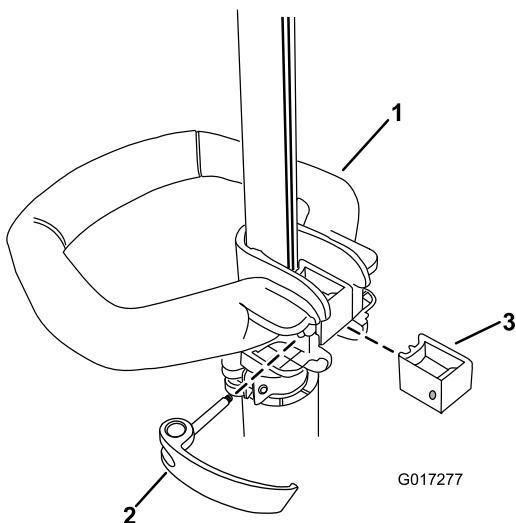

Figura 1
1. Coloque la empuñadura auxiliar sobre el mástil de la desbrozadora con la superficie lisa hacia el operador (Figura 1).
2. Introduzca la pieza de refuerzo en la empuñadura auxiliar de manera que el refuerzo encaje en la ranura del mástil (Figura 1).
3. Pase el pestillo desde la izquierda a través de la empuñadura y la pieza de refuerzo, según se indica, y apriete el tornillo del pestillo con un destornillador de punta Phillips (Figura 1).